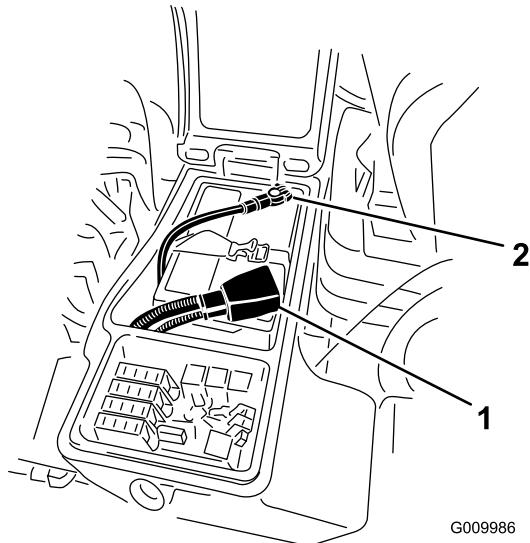

Bild 33
4. Klemmen Sie das Pluskabel (Rot) am Pluspol (+) der Batterie und das Minuskabel (Schwarz) am Minuspol (-) der Batterie an (**Bild 33**). Befestigen Sie die Kabel mit Kopfschrauben und Muttern an den Polen. Stellen Sie sicher, dass die Plusklemme (+) vollständig auf den Pluspol aufgezogen und das Kabel fest an die Batterie angeklemmt ist. Das Kabel darf die Batterieabdeckung nicht berühren. Ziehen Sie den Gummischuh über den Pluspol, um Kurzschlüsse vorzubeugen.